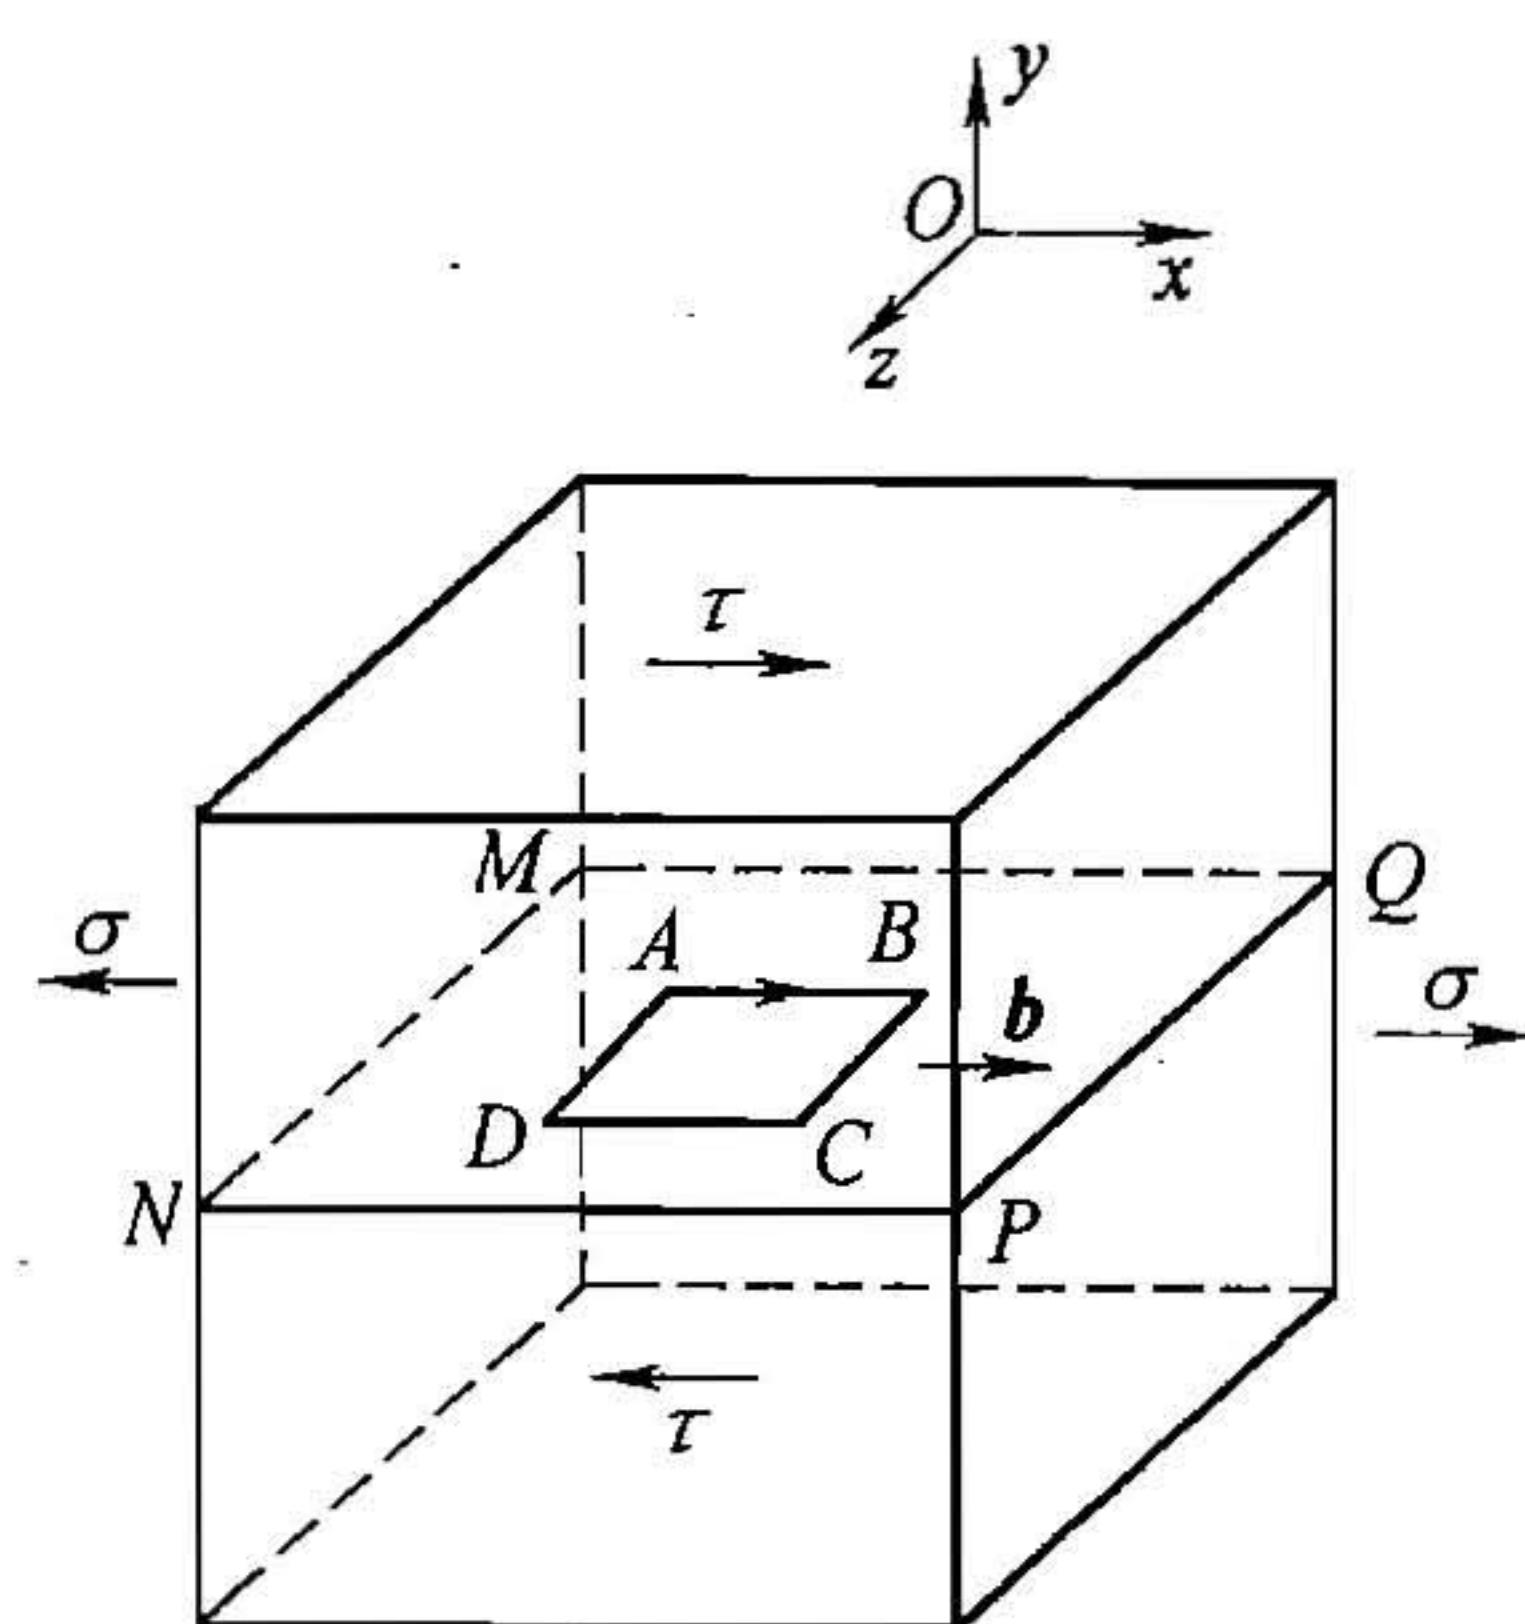

图 26-3 第三题第 2 小题图
2. 已知位错环 $ABCD$ 的柏氏矢量为 b , 外应力为 τ 和 σ , 如图 26-3 所示。